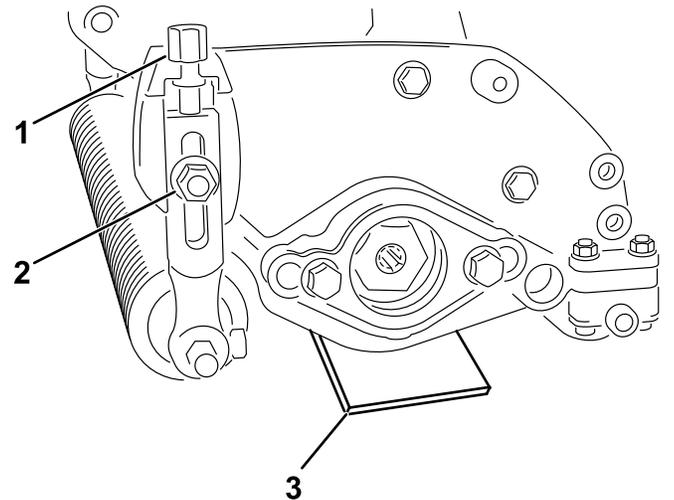

Figure 8
2. Placez un gabarit, dont l'épaisseur correspond à la hauteur de lame au-dessus du sol recherchée, sous chaque extrémité de l'unité de défeutrage (Figure 8).
3. Les rouleaux étant en contact avec la surface plane, desserrez les deux écrous à embase (Figure 8).
4. Tournez les boulons de réglage de hauteur de coupe jusqu'à ce que les deux extrémités de l'unité de défeutrage touchent la surface plane (Figure 8).